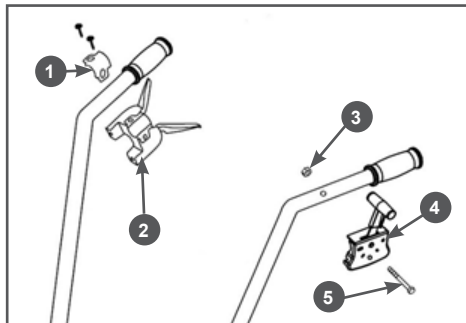

Рис. 8 Установка кронштейна рычагов включения переднего и заднего хода и рычага газа
7. Установите на правую рабочую рукоятку кронштейн 2 с рычагами включения переднего и заднего хода (Рис. 8). Для этого выполните следующее: открутите два винта крепления скобы и снимите скобу 1 крепления
с кронштейна рычагов включения переднего и заднего хода. Установите кронштейн 2 снизу на правую рабочую рукоятку, а сверху приложите скобу крепления 1 (Рис. 8). Совместите отверстия в кронштейне и скобе и закрутите винты крепления, не затягивая их. Отрегулируйте положение кронштейна на рабочей рукоятке так, чтобы правой рукой было удобно по очереди нажимать и на рычаг включения переднего и на рычаг включения заднего хода. После окончательной регулировки плотно затяните винты крепления скобы (Рис. 8).
8. Установите на левую рабочую рукоятку рычаг 4 газа (Рис. 8). Для установки рычага 4 газа выполните следующее: совместите отверстия в левой рабочей рукоятке и корпусе рычага 4 газа, вставьте в отверстие болт 5 и закрутите гайку 3 до упора (Рис. 8).